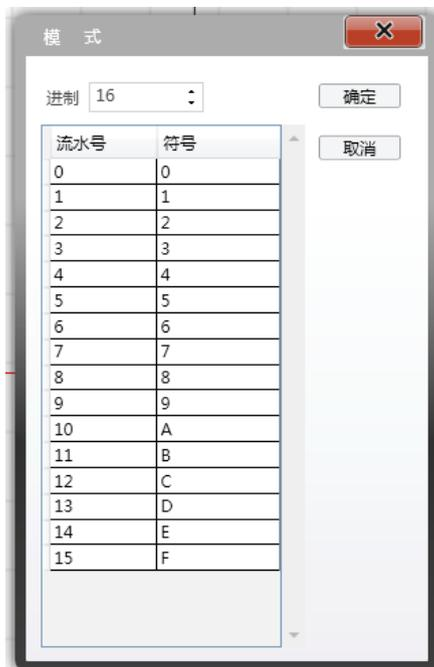

图 4-19 特殊进制设置
**模式：**指序列号的进制模式，主要有十进制、十六进制（大写）、十六进制（小写）和特殊进制。其中，您可以根据需要自行设置特殊进制，如图 4-19。